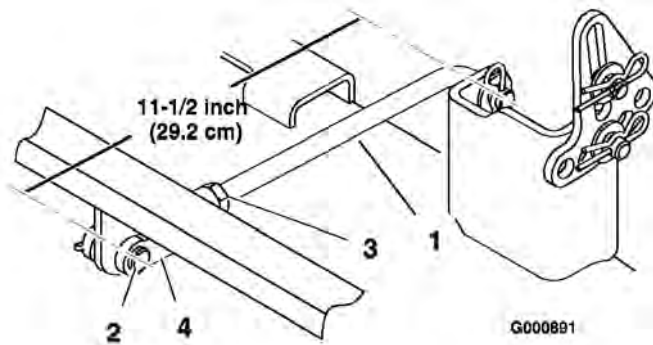
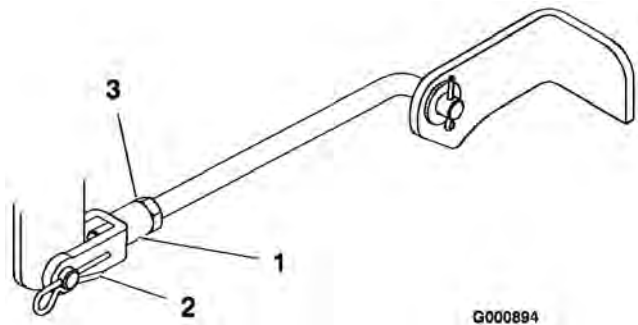

Figure 44
Figure 46
6. Mesurez la longueur du tourillon arrière (Figure 44). Si elle n'est pas égale à 29,2 cm (11,5 pouces), retirez l'axe de chape et la goupille fendue à l'extrémité du tourillon (Figure 44), desserrez l'écrou de blocage et tournez la chape jusqu'à obtention de la longueur voulue.
10. Pour régler l'inclinaison avant/arrière des lames, enlevez la goupille fendue des chapes des tourillons avant et desserrez les contre-écrous (Figure 46).
11. Tournez les chapes sur les tourillons pour modifier le réglage (Figure 46). Serrez les chapes (raccourcissez les tourillons) pour relever l'avant du plateau et desserrez-les (allongez les tourillons) pour abaisser l'avant du plateau.
13. Quand l'inclinaison avant/arrière voulue est obtenue, serrez les écrous de blocage (Figure 44 et Figure 46).